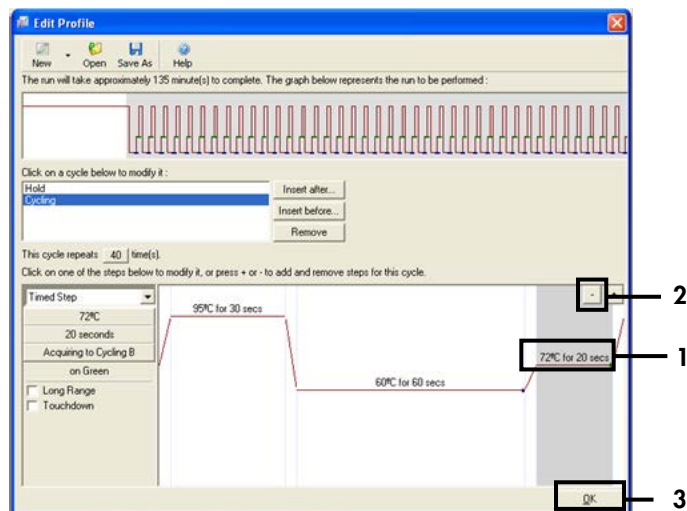

Figura 28. Remoção do passo de extensão. 1 = Terceiro passo; 2 = Excluir; 3 = "OK".
11. Realce o terceiro passo e exclua clicando em "-". Clique em "OK" (Figura 28).